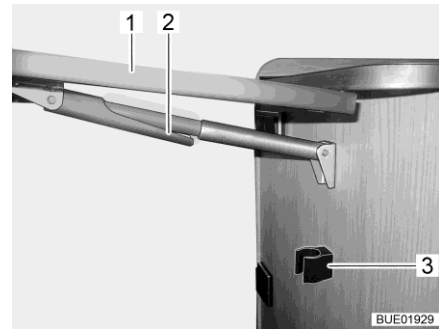

Fig. 51 Plegar la mesa de bar plegable
- Agarrar el extremo de la mesa de bar plegable (Fig. 51,1) y levantar la misma un poco. Con la otra mano girar la fijación (Fig. 51,2) en el soporte telescópico hacia abajo.
- Girar el tablero de la mesa hacia abajo hasta que engatille la fijación del soporte telescópico en el soporte (Fig. 51,3).